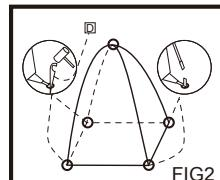

FIG2
3. Ridicați cortul <A> în sus și împingeți capetele stâlpilor în barele de fier (care sunt situate în fiecare colț al cortului <A>). (FIG2)
4. Fixați acoperișul cortului interior <E> la intersecția stâlpilor cu frânghiile cusute. (FIG2)
5. Fixați cortul prin apăsarea cuielor <D> în buclele de la nivelul pământului. (FIG2)